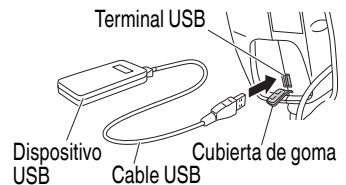

Fig. 14
3. Conecte el cable USB. (Fig. 14)